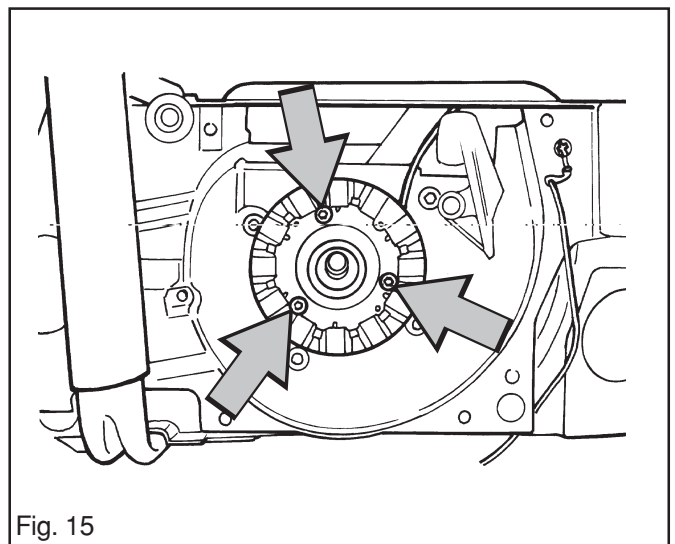

Fig. 15
3. Démonter le générateur en dévissant les trois vis. Voir la fig. 15.